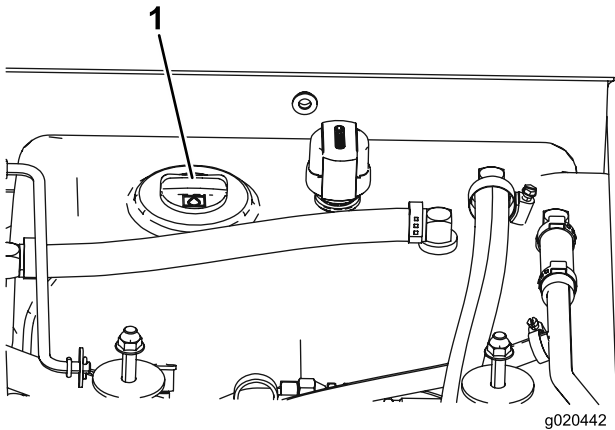

Figura 13
3. Limpe a zona em redor do tubo de enchimento e da tampa do depósito hidráulico (Figura 13). Retire a tampa do tubo de enchimento.